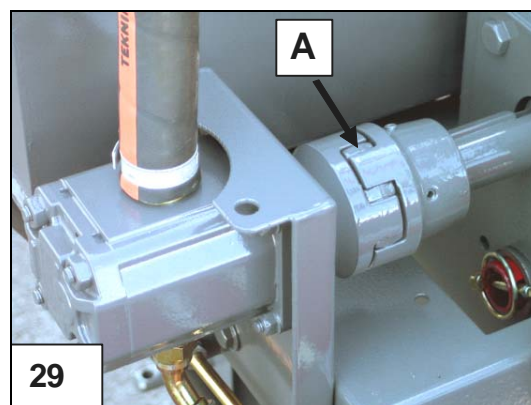

Bild 29. Hydraulpumpens koppling
7.7 Hydraulpumpens koppling, bild 29